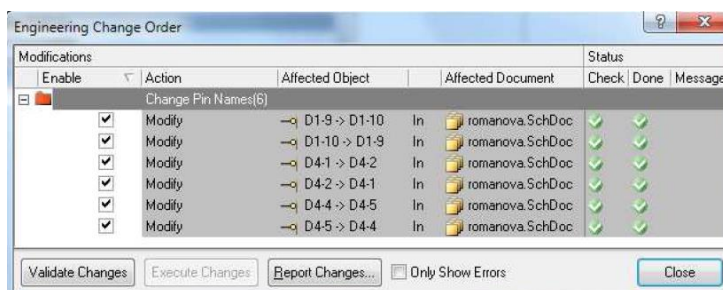

Рис. 32. Окно Engineering Change Order
10. Внести изменения из платы в схему, выбрав Design>>Update Schematic in *.PrjPCB. Подтвердить, проверить (Validate), внести изменения (Execute); скопировать в буфер окно Engineering Change Order, а из буфера в Word, и впоследствии добавить в отчет, см. пример на Рис. 32.